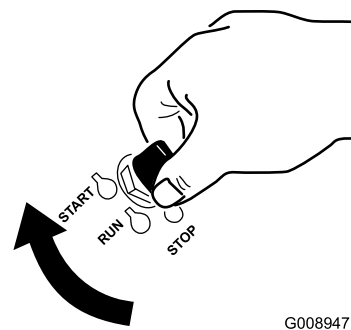

Figura 18
1. Gire la llave de contacto a la posición de ARRANQUE (Figura 18).
5. Gire la llave de contacto a la posición de ARRANQUE (P). Figura 18 Cuando el motor arranque, suelte la llave.